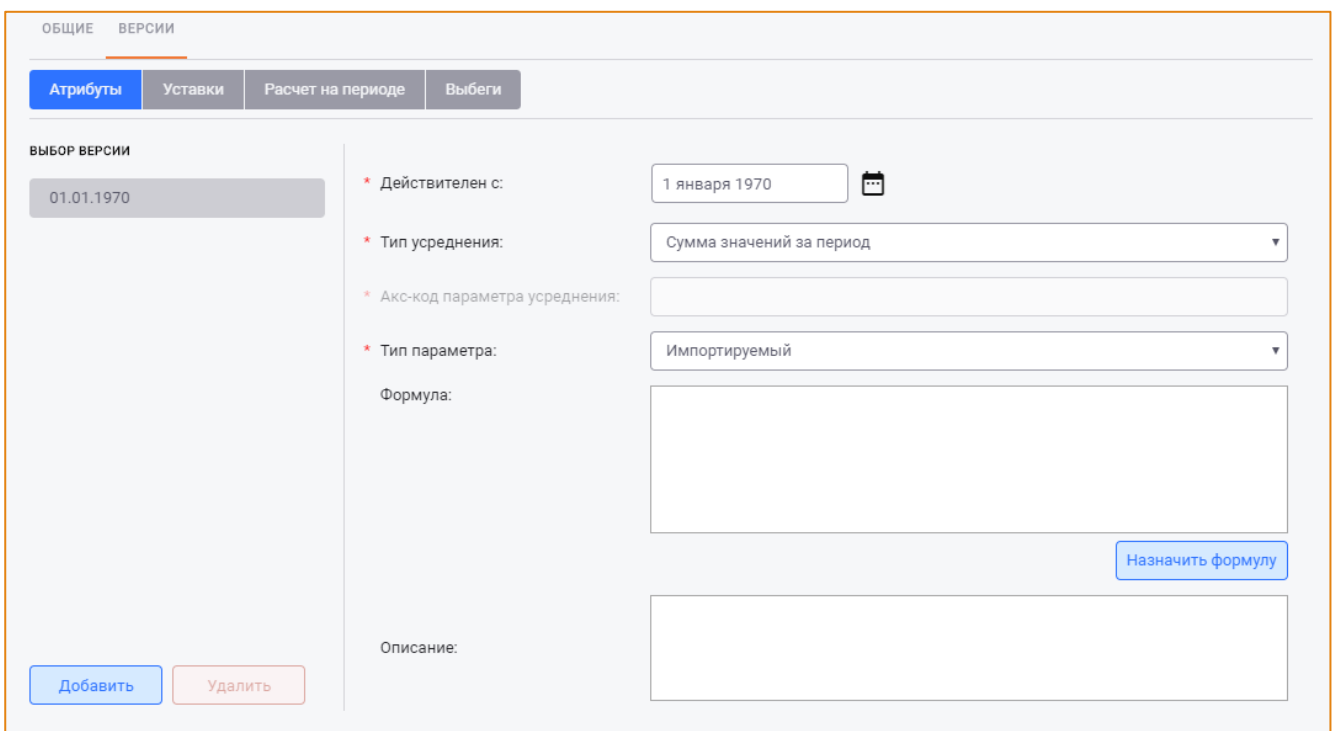

Рис. 6 – Вкладка
3. **Вкладка** - используется для переключения между несколькими наборами элементов интерфейса. Клик левой кнопкой мыши по вкладке делает её активной, а на управляемой вкладкой области экрана отображается соответствующее ей содержимое (Рис. 6).